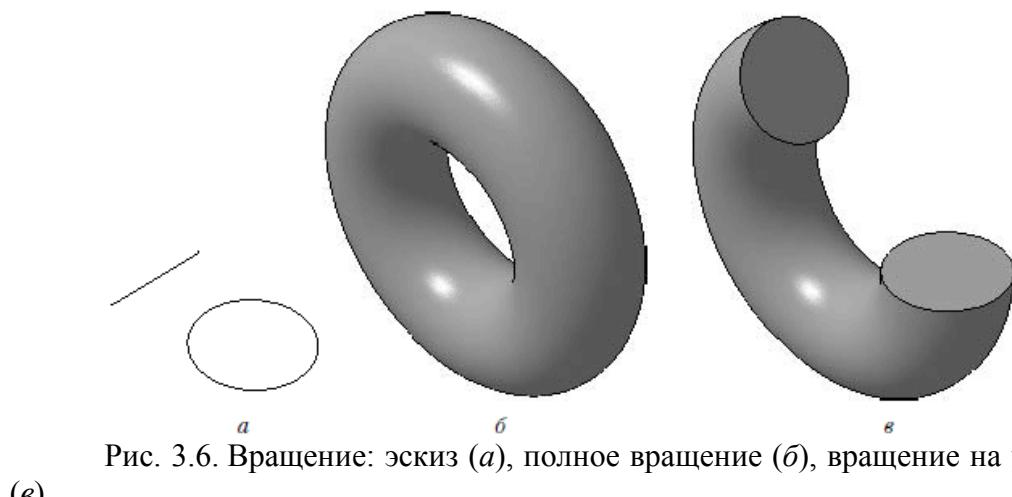

Рис. 3.6. Вращение: эскиз (а), полное вращение (б), вращение на угол меньше  $360^\circ$  (в)
- **Вращение.** Формообразующий элемент является результатом вращения эскиза (рис. 3.6, а) в пространстве вокруг произвольной оси (рис. 3.6, б). Вращение может происходить на угол  $360^\circ$  или меньше (рис. 3.6, в). Обратите внимание, ось вращения ни в коем случае не должна пересекать изображение эскиза!